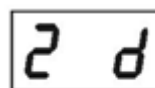
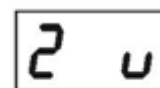

图3
图4
(2) 显示图 3 或图 4: 为选择阀杆伸或缩。长按 SET 键 3 秒, 最后位闪烁, 这时可短按 SET 键选择。长按 SET 键 3 秒, 不闪烁。短按 SET 键, 进入下一个选择。
选择图 3 (阀杆伸): 插座 J1 的输入信号增大, 阀杆向下运动 (伸长); 信号减小, 阀杆向上运动 (缩回)。
选择图 4 (阀杆缩): 插座 J1 的输入信号增大, 阀杆向上运动 (缩回); 信号减小, 阀杆向下运动 (伸长)。